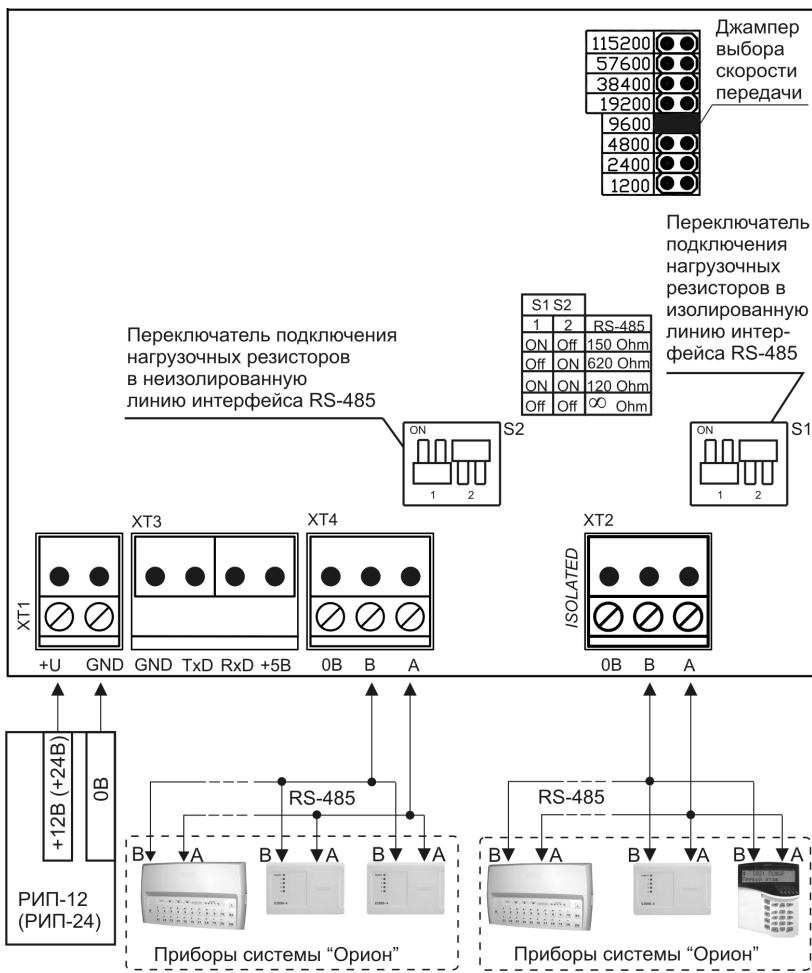

Рисунок 4. Схема внешних соединений «С2000-ПИ» в режиме повторителя интерфейса RS-485
- или в режиме повторителя интерфейса RS-485 (см. рис. 4).
- 2.1. Подайте напряжение питания на преобразователь и измерьте его значение мультиметром на клеммах «+U» и «GND» (при подключении по схеме на рис. 4). Измеренное значение напряжения должно соответствовать данным п.1.1.